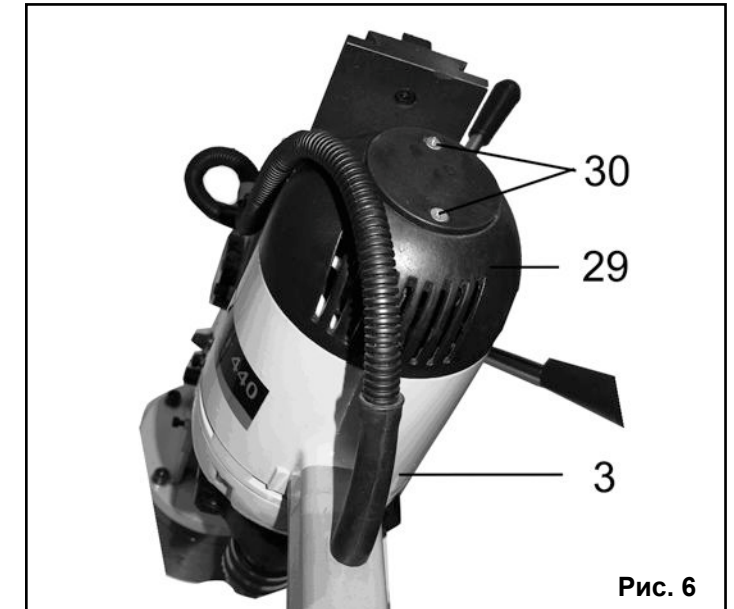

Рис. 6
10.2.1.Снимите крышку (29) сверлильной головки (3), предварительно открутив два винта (30), Рис.6.